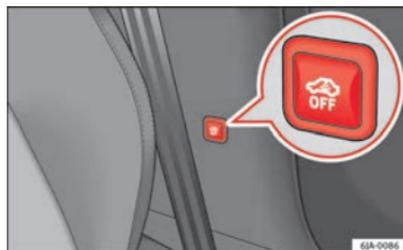

Abb. 49 Taste der Innenraumüberwachung und der Kontrolle des Abschleppschutzes.
- Drücken Sie die Taste  ⇒ Abb. 49 an der Mittelsäule. Das rot hinterleuchtete Symbol  in der Taste leuchtet daraufhin orange.